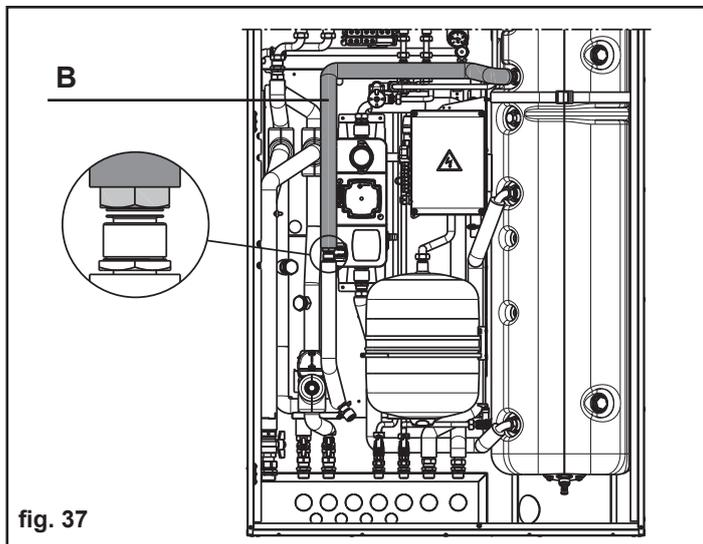

fig. 37
- Collegare la rampa di ritorno (fig. 37 - B) tra l'uscita del serpentino superiore ed il tubo di ritorno, utilizzando le guarnizioni da 3/4" a corredo.